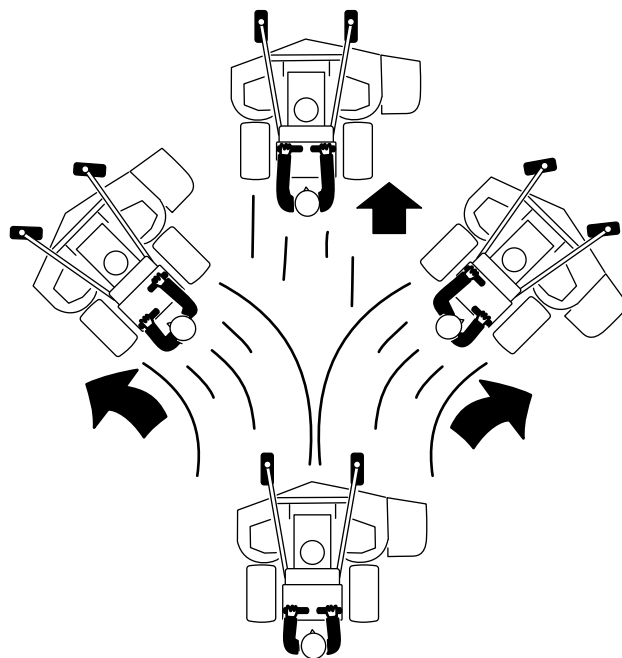

Figura 15
3. Spingete lentamente in avanti le leve di comando del movimento (Figura 15).